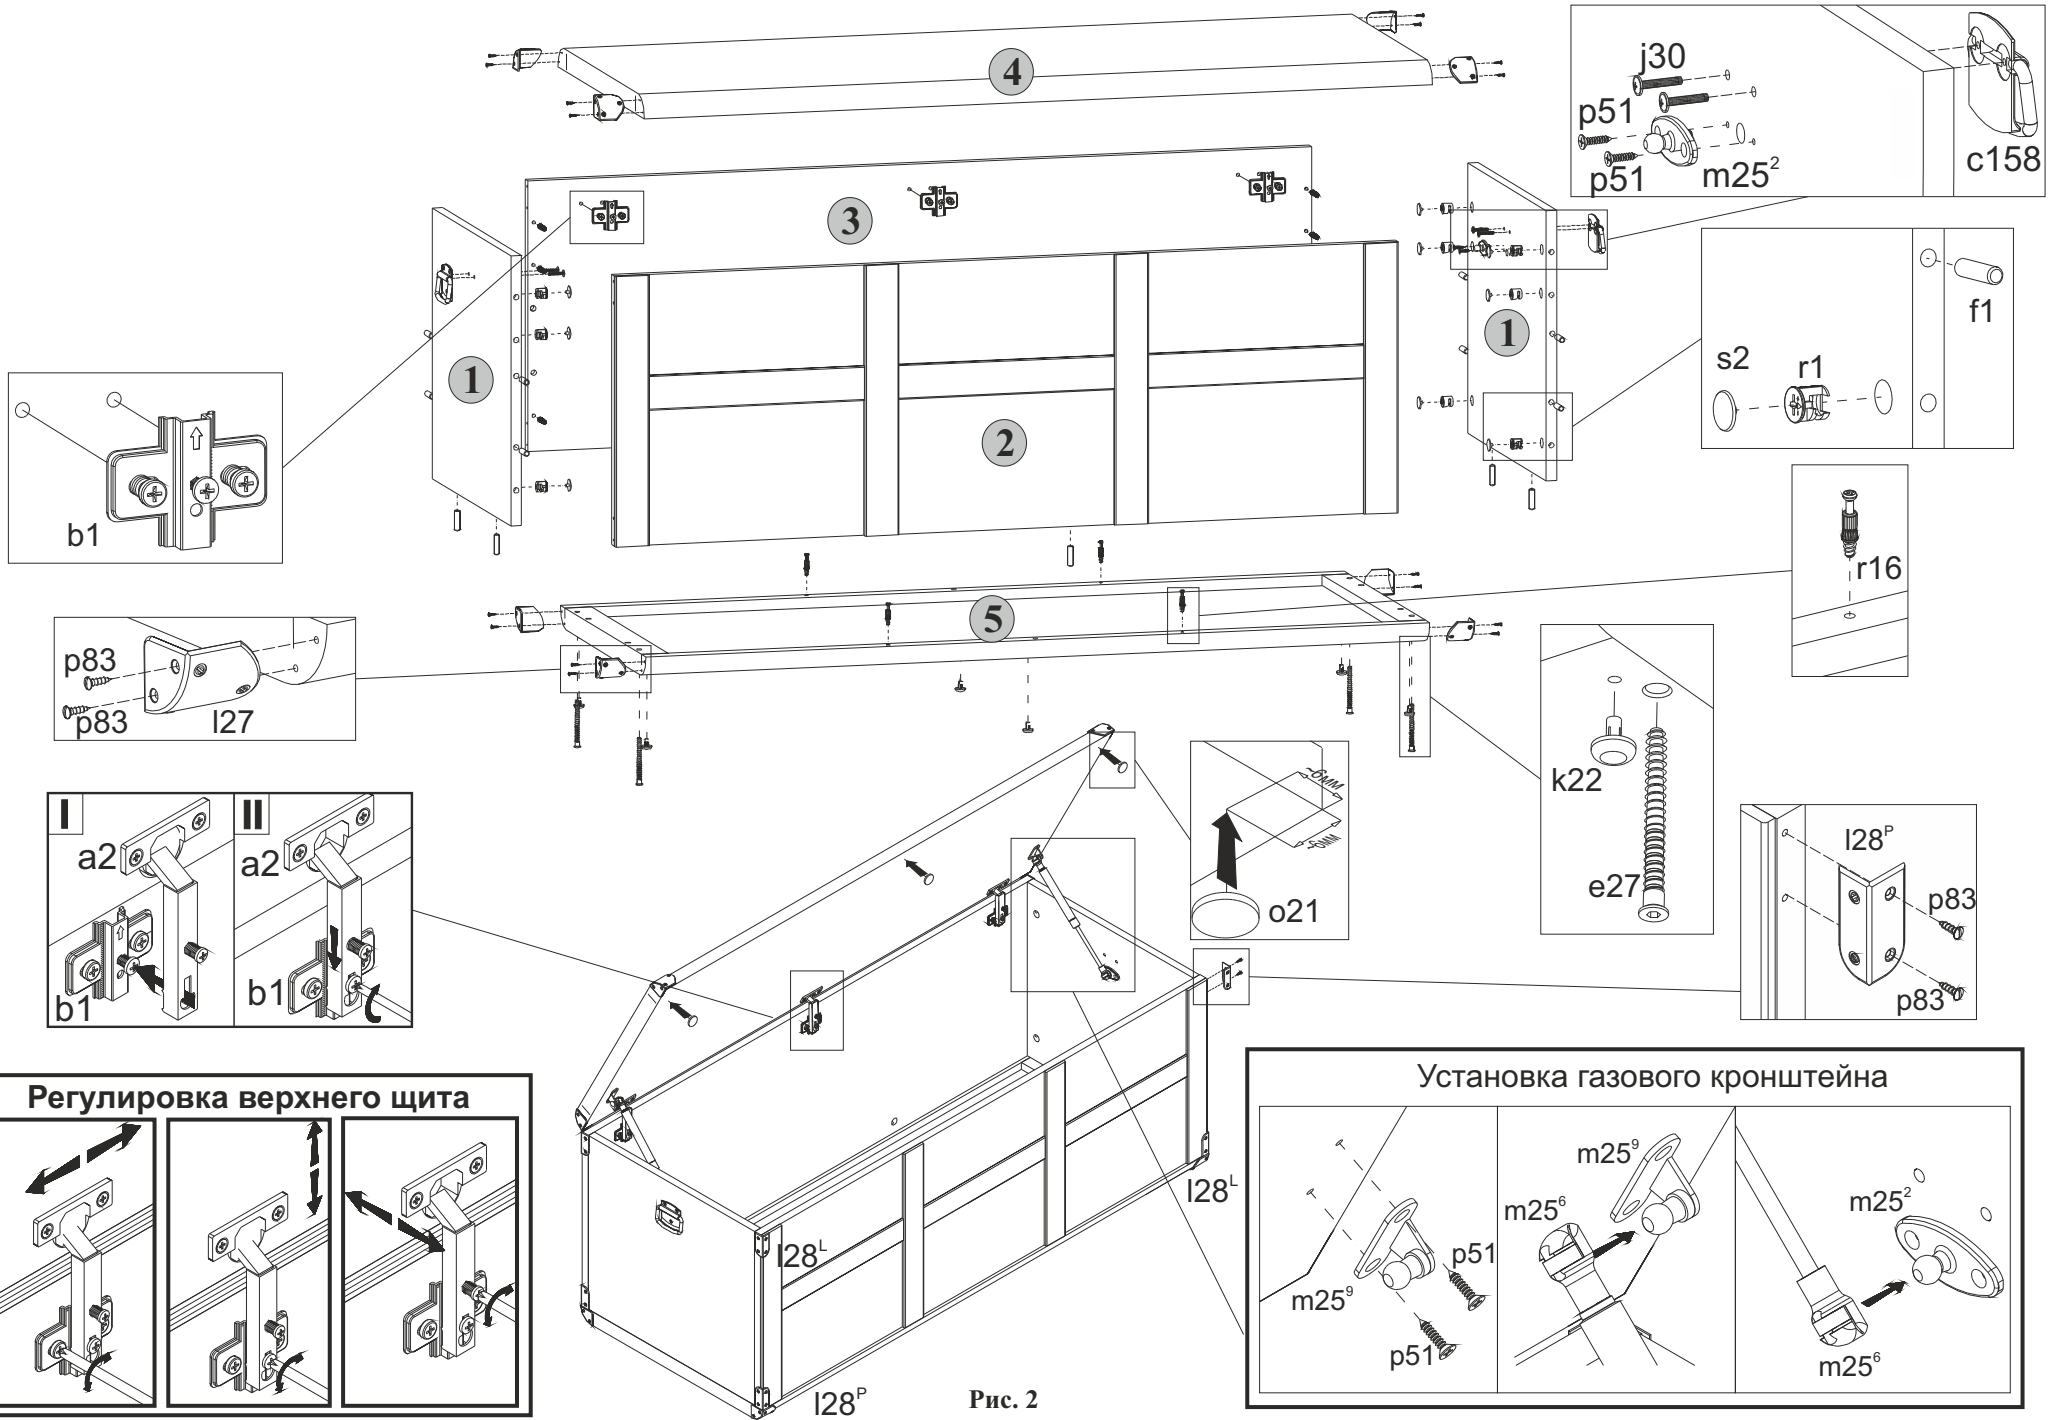

Рис. 2
5.16 Навесить щит верхний **4** на корпус тумбы, совместив петли шарнирные **a2** с направляющими петель **b1** (**см.рис.2**). При необходимости отрегулировать положение щита верхнего вращая регулировочные винты, как показано на **рисунке 2**.
5.2 В отверстия диаметром **8 мм** на передних, задних и нижних кромках стенок боковых **1**, на нижней кромке стенки передней **2**, на нижней кромке плиты задней **3** вбить деревянные шканты **f1** (**см.рис. 2**).
5.3 На внутренних поверхностях стенок боковых **1** в отверстия диаметром **3 мм** (кернения) шурупами **p51** закрепить шарнирные элементы **m25²** газовых кронштейнов **m25⁶**, пользуясь крестообразной отверткой (**см.рис.2**).
5.4 На внутренних поверхностях стенок боковых **1** в отверстия диаметром **15 мм** вставить стяжки эксцентриковые **r1** (**см.рис. 2**).
5.6 В оставшиеся отверстия диаметром **5 мм** на внутренней поверхности плиты задней **3**, в отверстия диаметром **5 мм** на внутренней поверхности стенки передней **2**, а также в отверстия диаметром **5 мм** на верхней поверхности щита нижнего **5** вкрутить винты стяжки **r16**, пользуясь крестообразной отверткой (**см.рис. 2**).
5.7 В отверстия диаметром **4,5 мм** на нижней поверхности щита нижнего **5** вставить опоры полимерные **k22** (подпятники) (**см.рис. 2**).
5.9 К стенкам боковым **1**, стенке передней **2** и плите задней **3** присоединить щит нижний **5** стянуть еврошурупами **e1**, пользуясь специальным ключом **z1** из комплекта фурнитуры (**см.рис. 2**).
5.12 Положить щит верхний **4** верхней поверхностью вниз на ровную поверхность. Закрепить на щите верхнем **4** петли шарнирные **a2**, пользуясь крестообразной отверткой (**см.рис.2**).
5.14 На внутренней поверхности щита верхнего **4** шурупами **p51** закрепить шарнирные элементы **m25⁹**, газовых кронштейнов **m25⁶**, пользуясь крестообразной отверткой (**см.рис.2**).